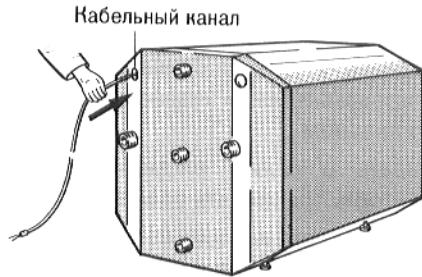

Рис. 6
- Ввести датчик регулятора температуры хозяйственной воды*, с задней стороны бойлера, в отверстие кабельного канала (рис. 6).